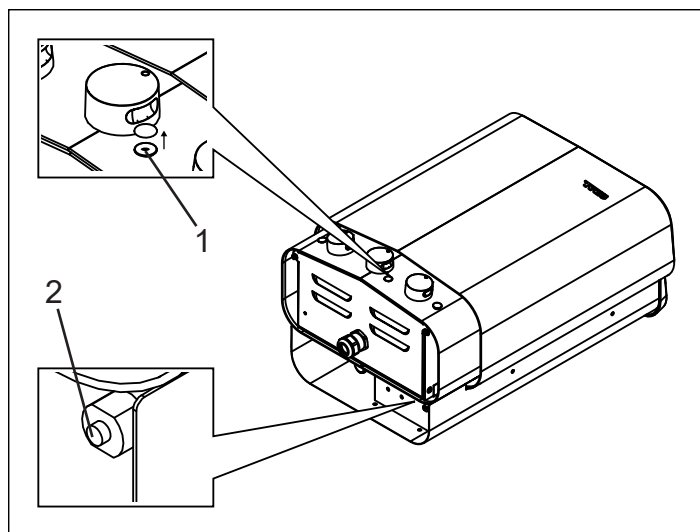

Рис. 8: Сброс температурных выключателей
- **Нагреватель** - Температурный выключатель в нагревателе предназначен для защиты компонентов, трубчатых элементов и деревянных конструкций в сауне от перегрева. Под черной заглушкой на передней части нагревателя справа от регулятора термостата расположена красная кнопка сброса, которая должна находиться в нажатом положении (см. рис. 8). В случае срабатывания выключателя, кнопка зафиксирована в неподвижном положении и после перезапуска «отщелкнет». В случае если срабатывания выключателя не произошло, то после перезапуска кнопка будет пружинить.
- **Резервуар для воды** - Температурный выключатель в резервуаре предназначен для защиты нагревательного элемента от выпаривания досуха. Под нагревателем расположена красная кнопка сброса, которая должна находиться в нажатом положении (см. рис. 8). В случае срабатывания выключателя, кнопка зафиксирована в неподвижном положении и после перезапуска «отщелкнет». В случае если срабатывания выключателя не произошло, то после перезапуска кнопка будет пружинить.